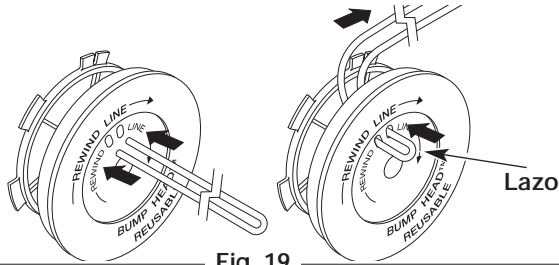

Fig. 19
6. Tome aproximadamente 5 m (16 pies) de nueva línea de corte, enlácela en dos longitudes iguales. Inserte cada extremo de la línea a través de uno de los dos orificios del carrete interior (Fig. 19). Pase la línea a través del carrete interior de modo que el lazo sea lo más pequeño posible.